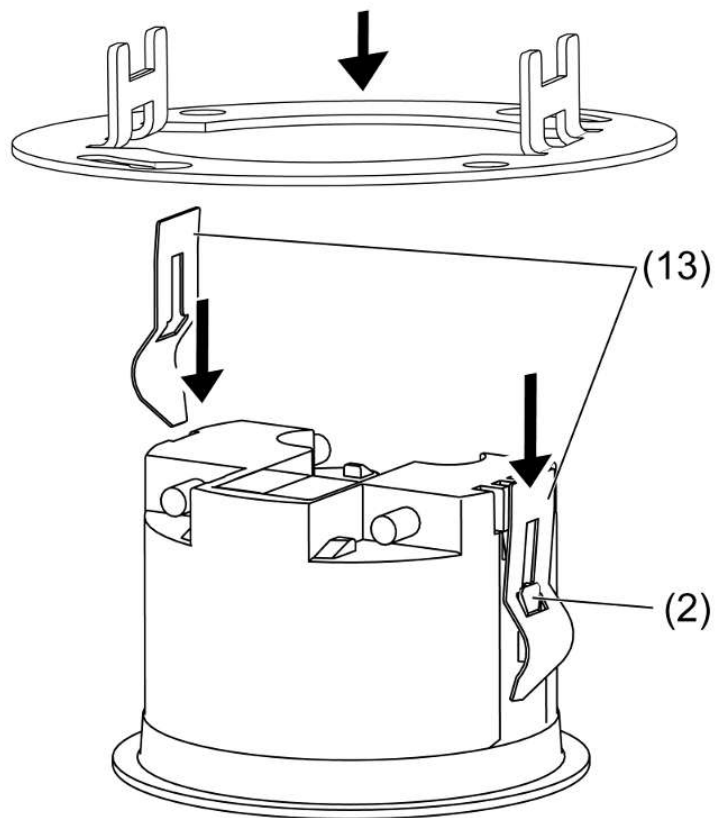

Bild 10
- Klemmfedern (13) wie abgebildet von hinten auf die Führungen (2) schieben, bis sie einrasten (siehe Bild 10).